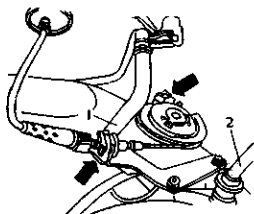

图 2-8 松开节气门拉索
14) 松开节气门拉索, 如图 2-8 箭头所示。拔下通向活性炭罐电磁阀的真空管 1 通向制动系真空助力器的真空管 2。